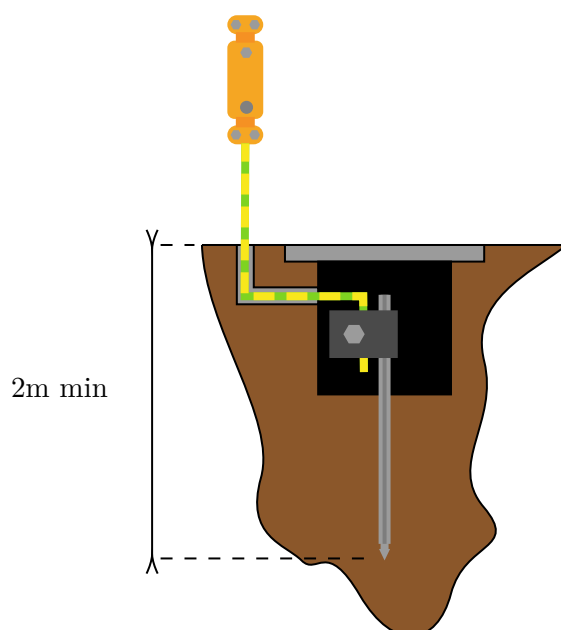

FIG. A.11: Piquet de terre
**Piquet de terre** Si aucune des deux solutions précédentes n'est envisageable, on peut réaliser la prise de terre au moyen d'un piquet enfoncé dans le sol en respectant les règles de pose explicité dans le schéma figure A.11 page 39.